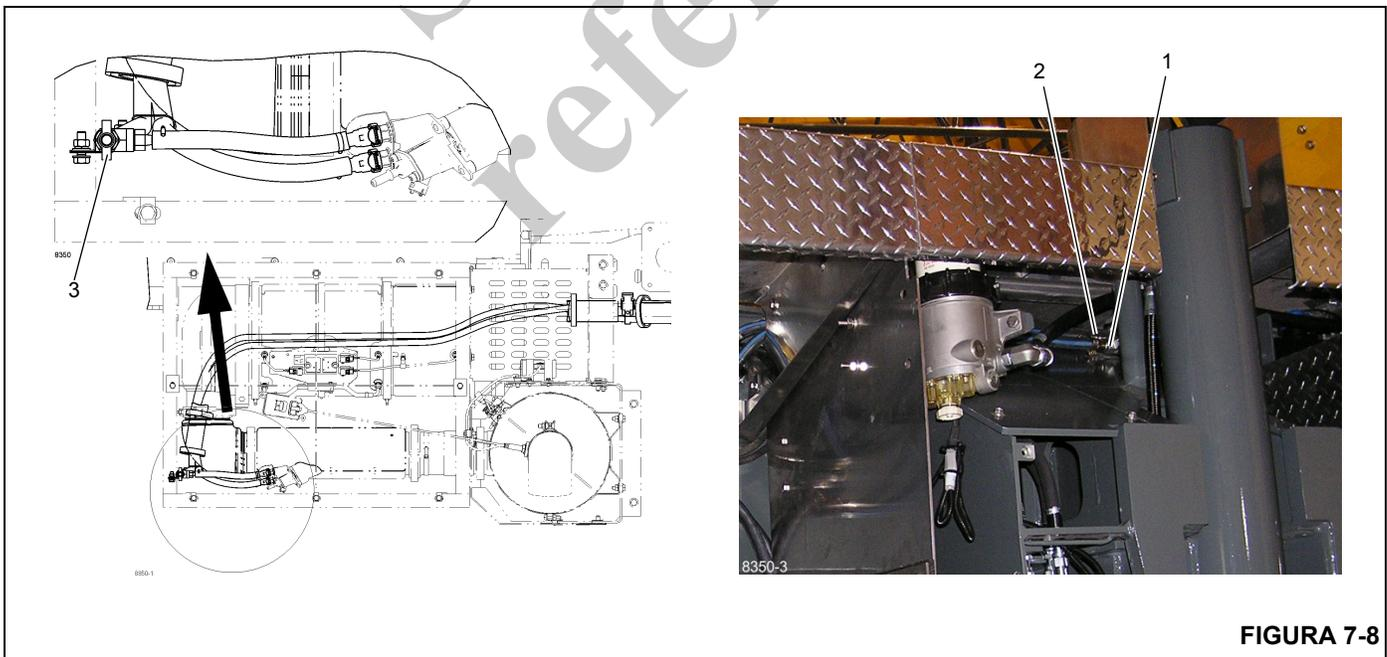

FIGURA 7-8
2. Abra las válvulas del depósito de fluido de escape diesel (DEF) (1, 2) (Figura 7-8), de la caja del tubo de descomposición (3) y del tubo del radiador superior, para purgar el aire atrapado.